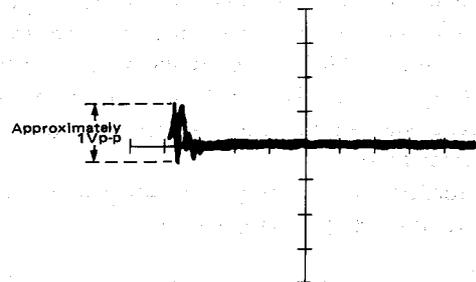

Abb. 22
- 9) Den Anfang von Spur 95 durch Betätigung der Sprungtaste unter Beobachtung von CH-2 (Spurfehler) ermitteln. Dann die Taste PAUSE drücken, um das Fehlersignal gemäß Abbildung 22 zu beobachten. (Spitzenwert des Fehlersignals ablesen). Als nächstes in Vorwärtsrichtung springen, um den Anfang von Spur Nr. 1 zu ermitteln und den Spitzenwert des Spurfehlers abzulesen.